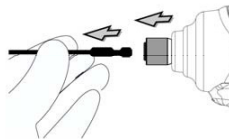

Fig. 2
2. Ta bort bitsen genom att dra hållaren i pilens riktning och dra ut bitsen. (Fig. 2).